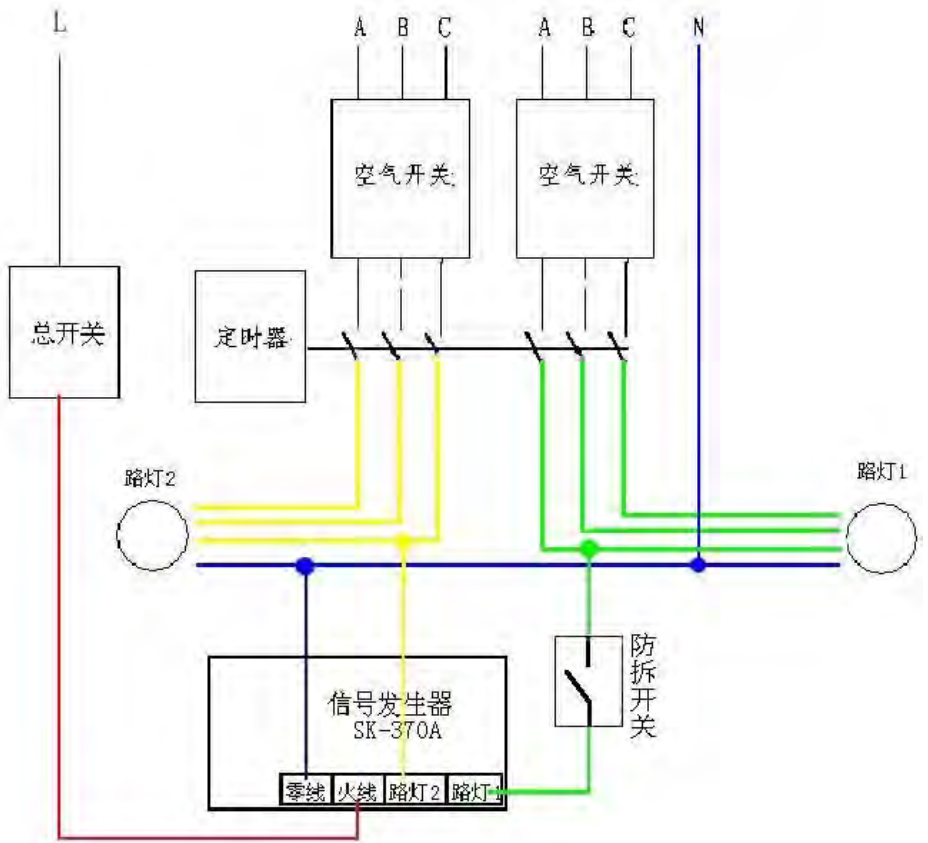

图 4
1、先把SK-370A信号发生器安装于路灯配电柜箱内,如下图图4所示